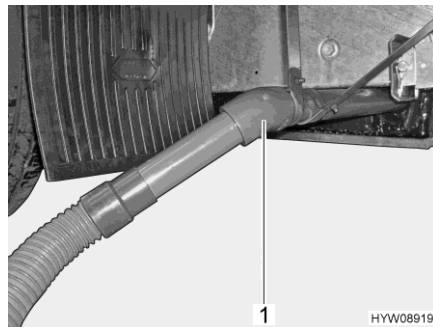

Bild 106 Ablaufrohr mit Abwasserschlauch
- Abwasserschlauch auf das Ablaufrohr (Bild 106,1) stecken.